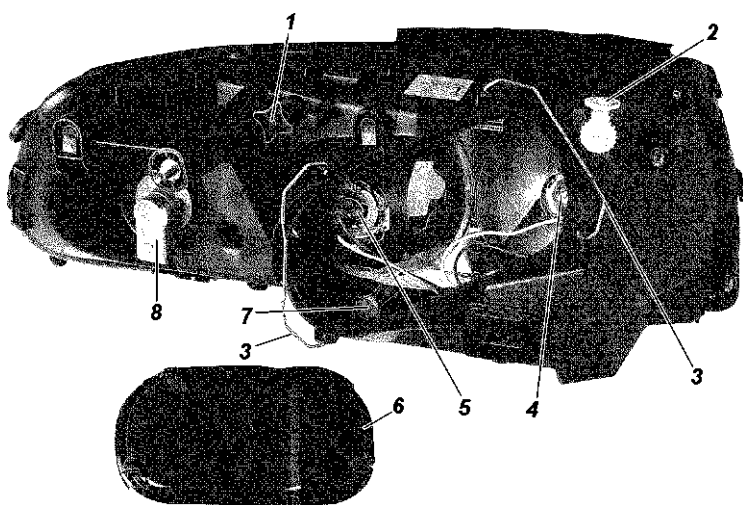

Рис. 14.8. Фара:
3. Включите ближний свет фар и, поочередно закрывая каждую фару, вращением регулировочного винта 1 (рис. 14.8) и регулировочной шестерни 2 добейтесь, чтобы светотеневая граница слева от точек E и E' совпала с линией 1, а справа - с линиями 2 и 2' для левой и правой фар соответственно. Точки перелома светотеневой границы должны совпадать с точками E и E'.
Замена ламп фар. Для замены лампы указателей поворота снимите колодку с патрона 8 (см. рис. 14.8), поверните патрон по часовой стрелке (для правой фары) или против часовой стрелки (для левой фары) и выньте патрон в сборе с лампой.